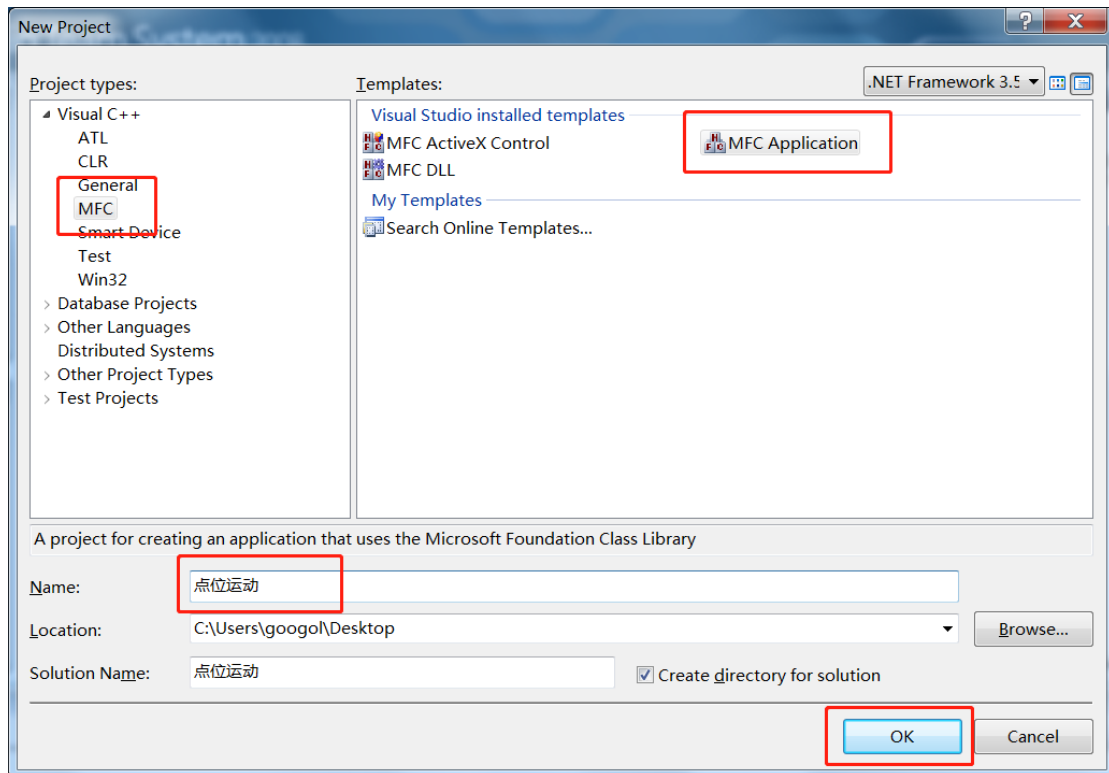
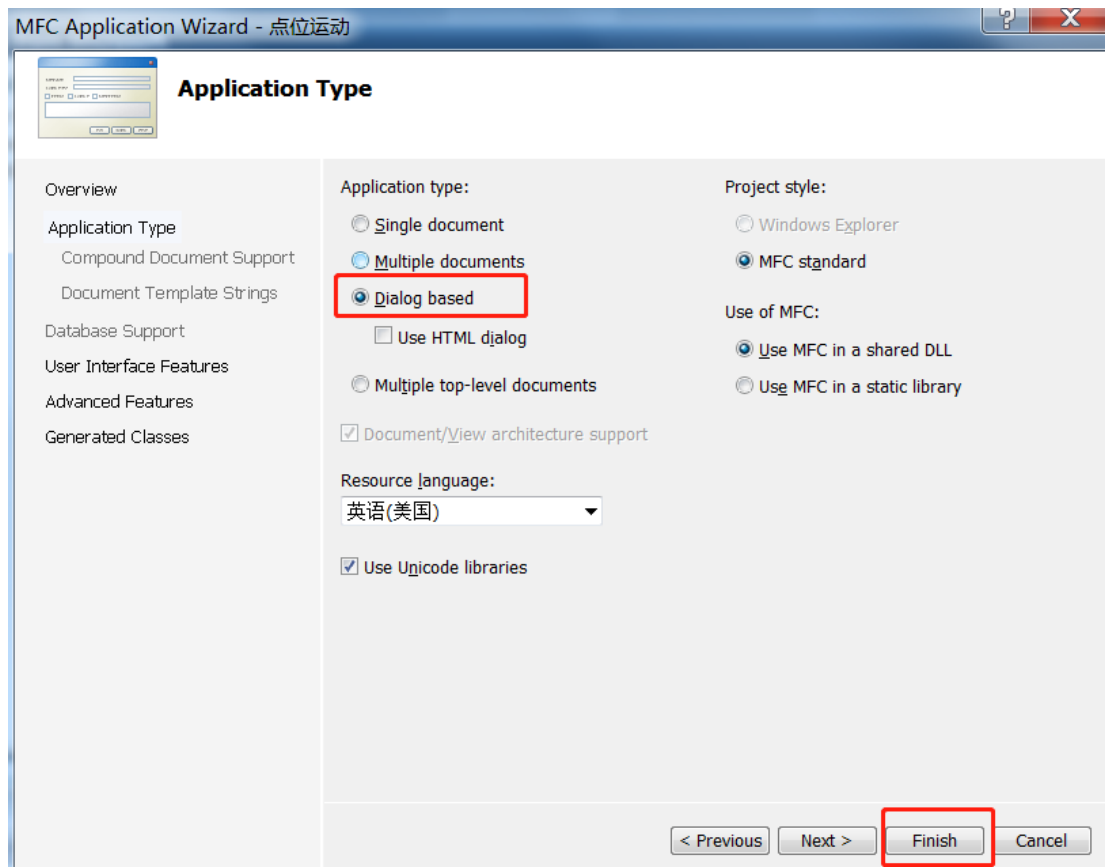

图 11
图 12
2、然后点击新建项目，选择 Visual C++，然后选择创建 MFC Application(MFC 应用程序)，将名称改为点位运动，点击 Next，然后选择 Dialog base(基于对话框)，最后点击 Finish 如图 11，如图 12。